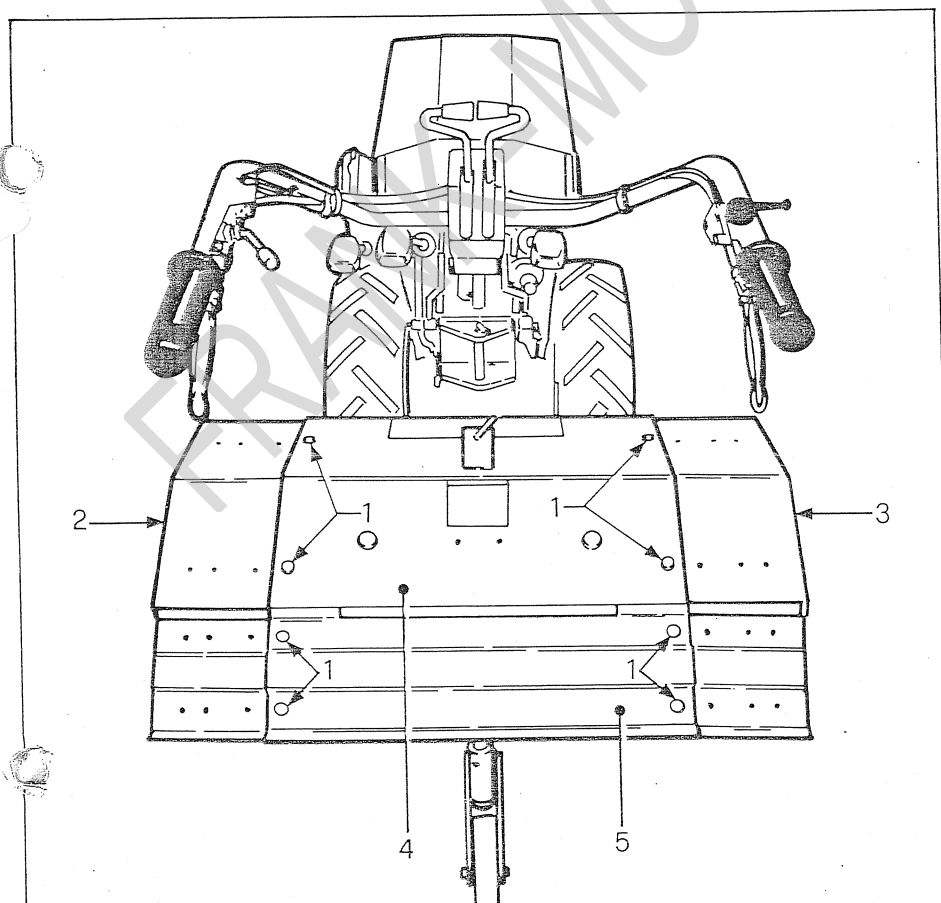

Fig. 23 - Bild 23
Die Fräse ist mit einer einstellbaren Haube versehen, welche auf verschiedenen Breiten zur Anpassung an die Arbeitsbreite der Hacken angeordnet werden kann. Zur Durchführung der Einstellung die Schrauben (Bild 23, Detail 1) zur Befestigung der beiden Seitenhauben (2 u. 3) von dem Mittelteil der Haube (4) entfernen, die Breite auf das gewünschte Mass einstellen und die Seitenhauben durch die Schrauben (1) wieder befestigen. Dazu sind die Löcher zu verwenden, die sich im Bereich der im Inneren der Haube angeschweissten Muttern befinden. Zur Einstellung des Ausgleichers (5) in gleicher Weise verfahren.
La variation aux binettes effectuée, il y aura lieu d'arranger en conséquence la largeur du capot. La fraise est dotée d'un capot réglable pouvant être placé en largeurs différentes pour s'adapter à la largeur de travail des binettes. Pour obtenir le réglage, enlever les vis (fig. 23, rep. 1) fixant les deux capots latéraux (2) et (3) à la partie centrale (4), amener la largeur à la valeur voulue et re-fixer les capots latéraux au moyen des vis (1) en se servant des trous à proximité des écrous soudés à l'intérieur du capot. Procéder comme indique pour arranger l'egaliseur (5).